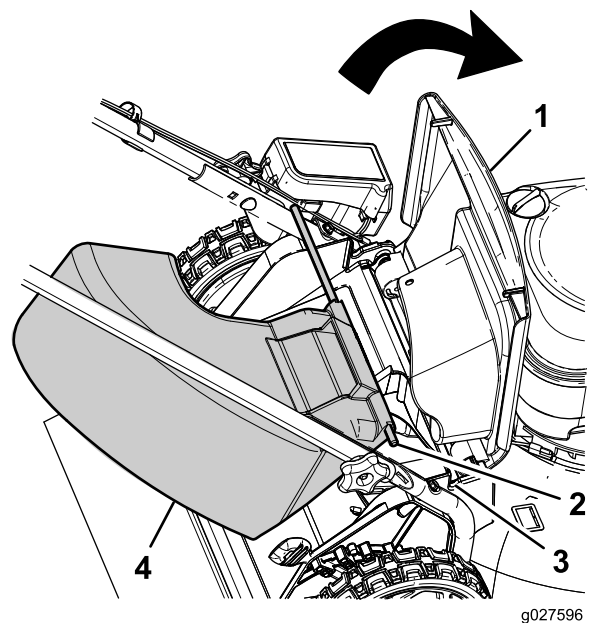

Figure 20
1. Soulevez le déflecteur arrière (Figure 20).
2. Insérez les extrémités de l'éjecteur latéral dans les crans des supports du guidon (Figure 20).